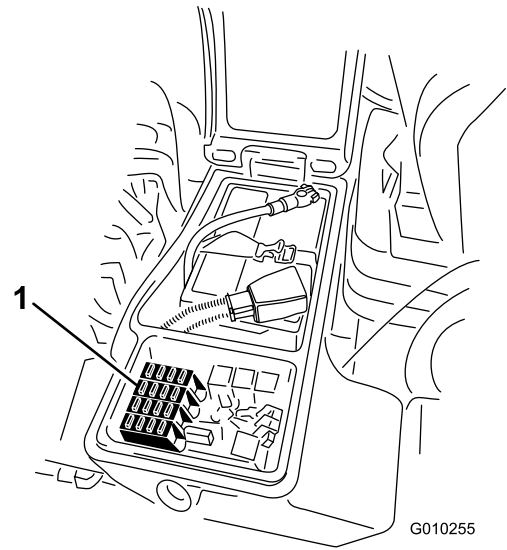

Figura 69
1. Slăbiți elementul de fixare pentru capacul cutiei de depozitare din dreapta și ridicați capacul (Figura 68) pentru a avea acces la blocul cu sigurană (Figura 69).
2. Înlocuiți sigurană (siguranele) arsă (arse) după cum este necesar (Figura 69).